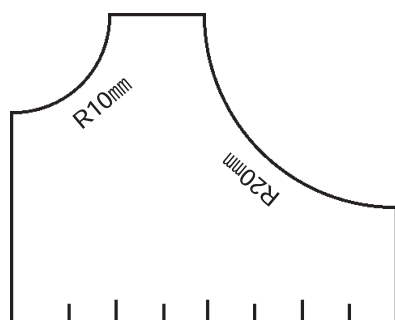

図1. 面取り定規
連続繊維シートを矩形断面の柱へ貼り付ける場合、連続繊維シートに応力集中が起こらないよう、連続繊維シートの種類によって指定された半径（炭素繊維シートで R=20 mm以上、アラミド繊維シートで R=10 mm以上）で隅角部に円弧状の面取りを行う必要があります。図1にこの隅角部が所定の値以上確保されていることを確認するための定規を示します。厚紙等でこの定規を作成し、実際の現場で利用すると面取り半径の確認が、確実に早くできます。
- ①電動サンダー等で丁寧に角をR状に削り取り、少しの凹凸は樹脂系のパテ材で修正を行う方法。（隅角部をきれいにR状に削り取るのは困難なため、多少大きめに削り取る必要がある。）
- ②隅角部を45度に電動カッターで削り取り、角だけを樹脂系のパテ材またはポリマーセメントモルタルで修正する方法。
- ③隅角部を45度に電動カッターで削り取るか、隅角部に元々45度の面取りがなされている場合で、全面ポリマーセメントモルタルで修正する方法。（④に比べてポリマーセメントモルタルの塗り厚が少なくて済む）
④全面にポリマーセメントモルタルで断面修正し、そのとき同時に隅角部のRを整形する方法コンクリートのかぶり不足して帯筋が露出している場合や軽微なジャンカ（豆板）が生じているところなどでは、断面修正する厚さによってはパテ処理よりポリマーセメントモルタルを用いて左官で断面修正するほうが施工しやすい場合があります。このような場合は、上記③④の方法を用いて補修と同時に隅角部の面取りを行えば施工性が向上します。ただし、ポリマーセメントモルタルで隅角部の面取りを行う場合、以下のことを注意する必要があります。
- ・図1のような定規を用いて面取り半径をきちんとチェックする。